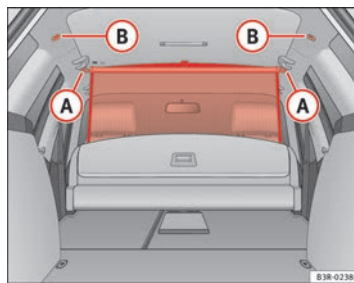

Fig. 121 Argollas para la red de separación
- Coloque la barra transversal en las argollas de alojamiento **B** ⇒ fig. 121.
⇒ página 153, fig. 121.